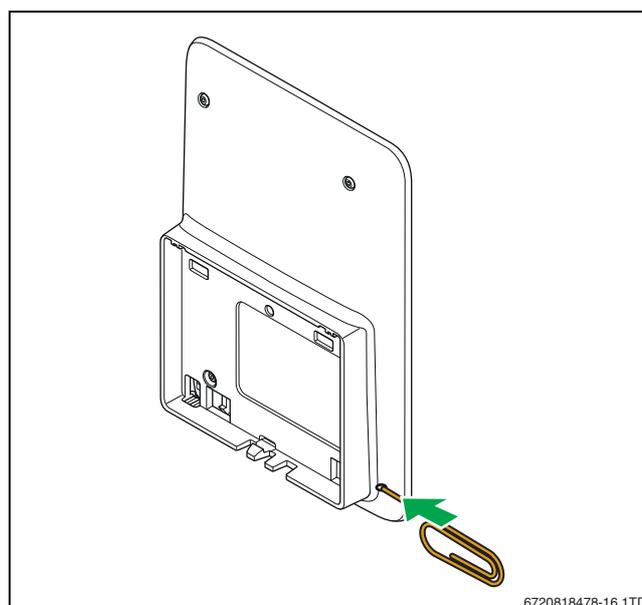

Fig. 19 Nulstilling
- ▶ Tryk på reset-knappen (→ fig. 19) i et par sekunder.